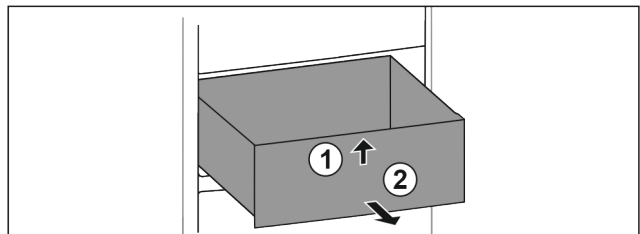

Fig. 23
- ▶ Підняти висувний ящик спереду. Fig. 23 (1)
- ▶ Вийняти висувний ящик рухом вперед. Fig. 23 (2)